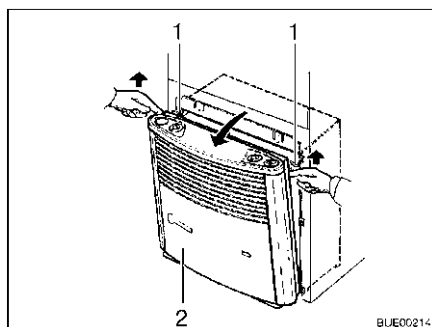

Fig. 77 Rimozione della copertura del riscaldamento
- Rimuovere la copertura del riscaldamento (Fig. 77,2). Tirare verso l'alto, in avanti la copertura, spingere verso l'alto le molle di sostegno (Fig. 77,1) e ribaltare la copertura in avanti.